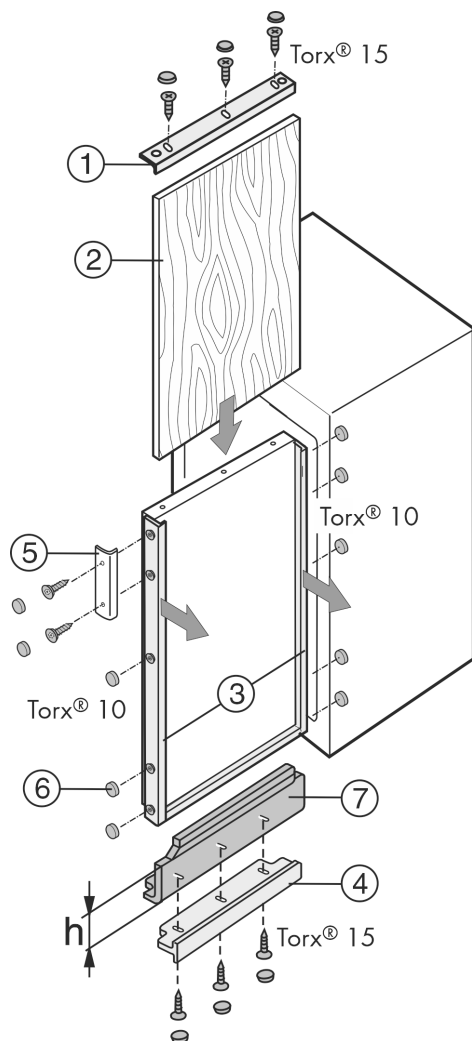

Fig. 43
- Dekorrahmen (1) unten lose anschrauben und nach vorne schieben.
- Seitenteile (2) des Dekorrahmens lose anschrauben und nach vorne schieben.
- Griff (3) lose anschrauben.
- Dekorplatte (4) von oben einschieben.
- Oberes Teil (5) des Dekorrahmens aufsetzen und lose anschrauben.
- Auf alle Schraubenköpfe die Abdeckkappen (6) aufrasten.
Wenn bereits eine Dekorplatte vorhanden ist, diese aber in der Höhe zu klein ist, kann sie mit unterschiedlich hohen Ausgleichsblenden Fig. 43 (7) angepasst werden.